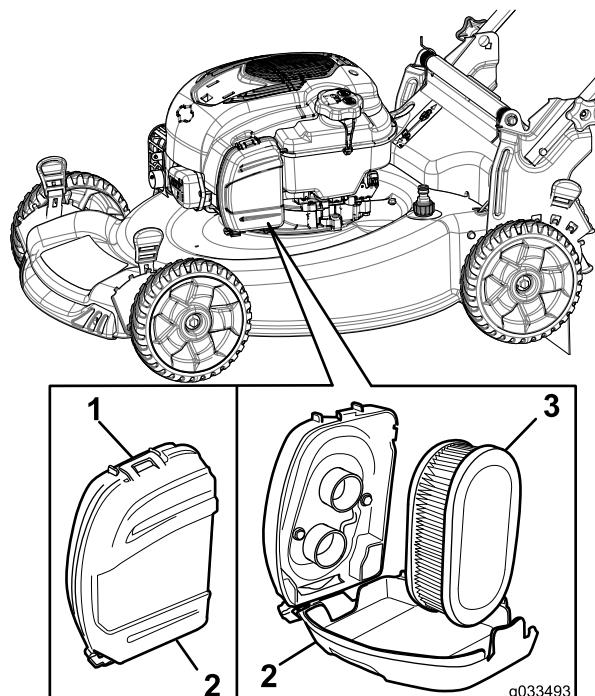

Рисунок 31
- Извлеките воздушный фильтр (Рисунок 31).
- Расфиксируйте защелку в верхней части крышки воздушного фильтра (Рисунок 31).